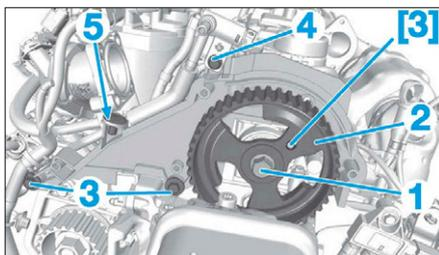

FIG. 85
- Déposer la pige [3] mise en place lors de la dépose de la courroie de distribution (**Fig.85**).
- la vis (1),
- la poulie (2),
- les vis (3),
- la vis (4),
- l'agrafe (5).